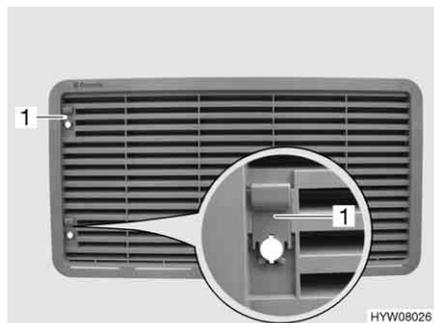
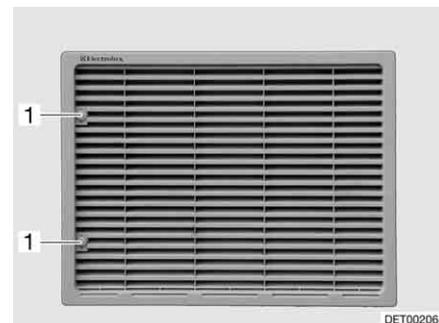

Fig. 217 Grille d'aération du réfrigérateur (avec curseur)
Fig. 218 Grille d'aération du réfrigérateur (avec vis)
- Suivant l'exécution, déplacer le curseur (Fig. 217,1) vers le haut ou faire opérer un quart de tour à la vis (Fig. 218,1) à l'aide d'une pièce de monnaie.